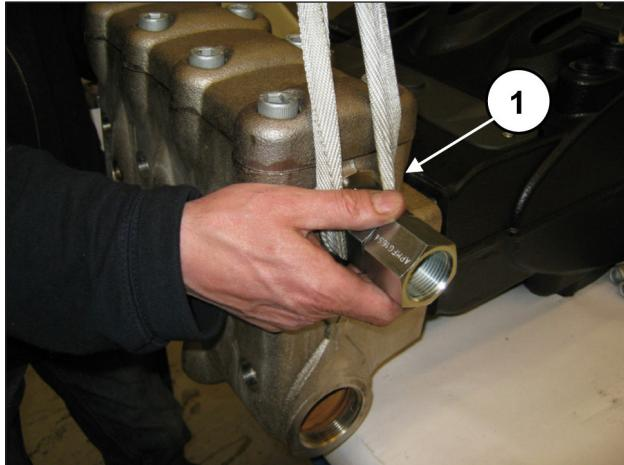
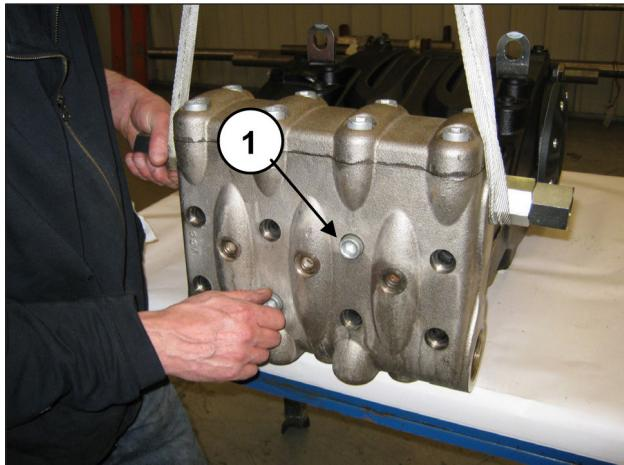

Fig. 131
Fig. 132
Montare la testata sul carter pompa (pos. ①, Fig. 131) facendo attenzione a non urtare i pistoni ed avvitare le 8 viti M16x180 (pos. ①, Fig. 132).